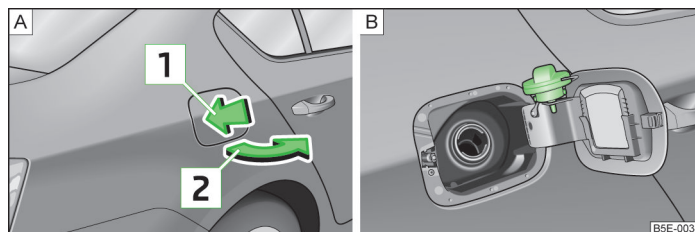

Abb. 171 Tankklappe öffnen / Tankklappe mit aufgeschraubtem Verschluss
Auf der Innenseite der Tankklappe sind die für Ihr Fahrzeug vorgeschriebenen Kraftstoffsorten angegeben » Abb. 171 auf Seite 197 - B.
- Auf die Tankklappe in Pfeilrichtung 1 drücken » Abb. 171.
- Den Tankverschluss links herum herausdrehen und in die Bohrung an der Tankklappe stecken » Abb. 171 - B.